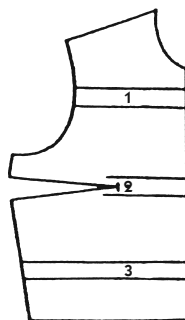

Рис. 601
- Как и при выполнении лифа из ткани в полоску, желательно поместить одну из складок на наиболее выступающих точках груди, не выше и не ниже (рис. 601).